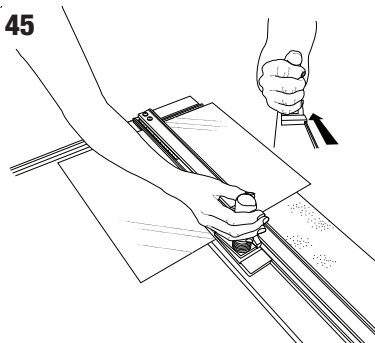

Fig. 46
8. Faites glisser le verre pour aligner le trait de coupe sur le bord du support de découpe (**Fig. 46**).